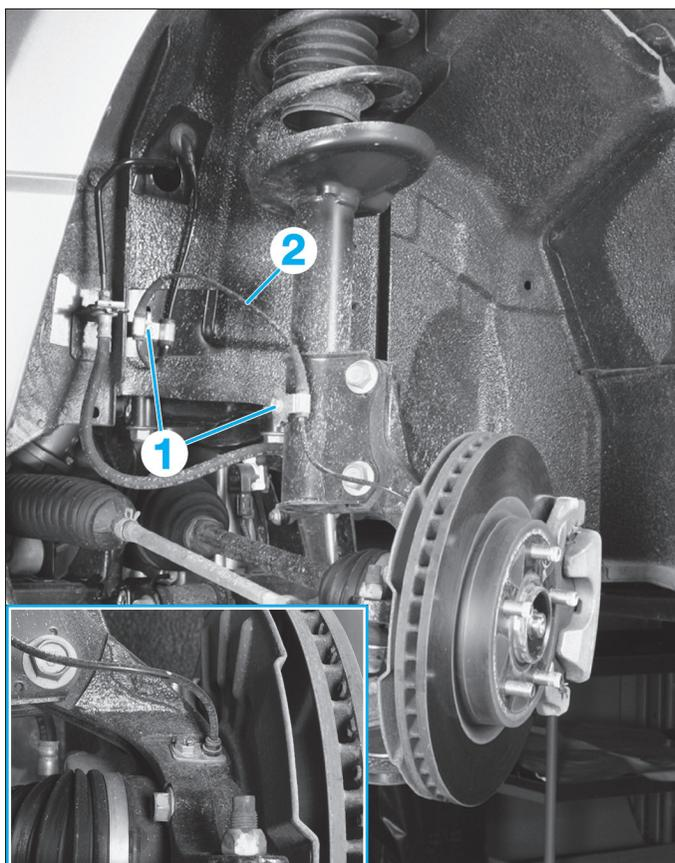

FIG. 32
- Déposer l'ensemble des vis (1) de fixation du faisceau (2) (**Fig.32**) .